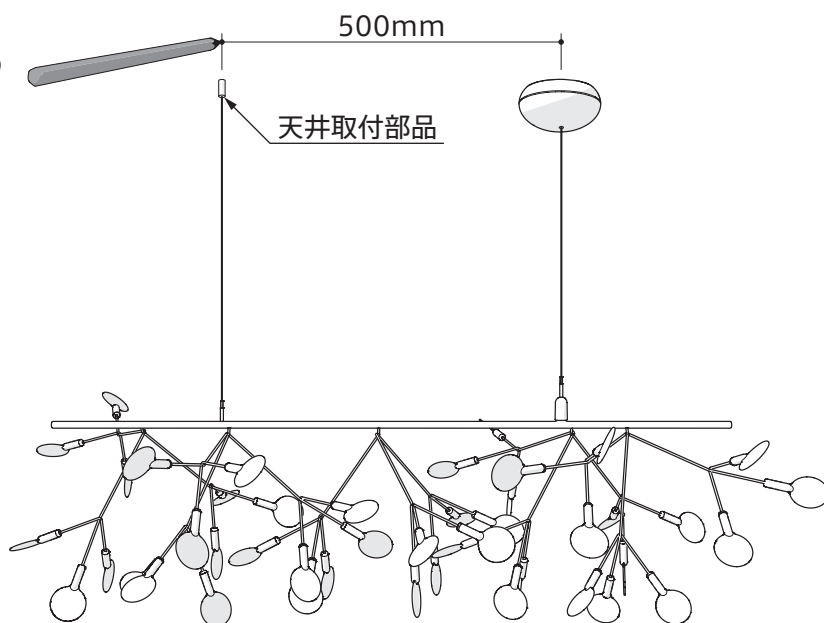

図 5
6. 建築側の電源コードを引き込んで、カバーキャップ上部を付属のタッピンネジにて天井に固定します。（図5）